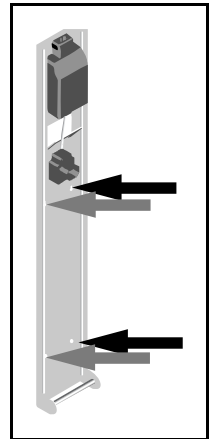

Abb. 1
- 3) Halten Sie das Ladegerät an die Wand, setzen Sie die Schrauben ein und ziehen Sie sie fest, siehe Abb. 1.